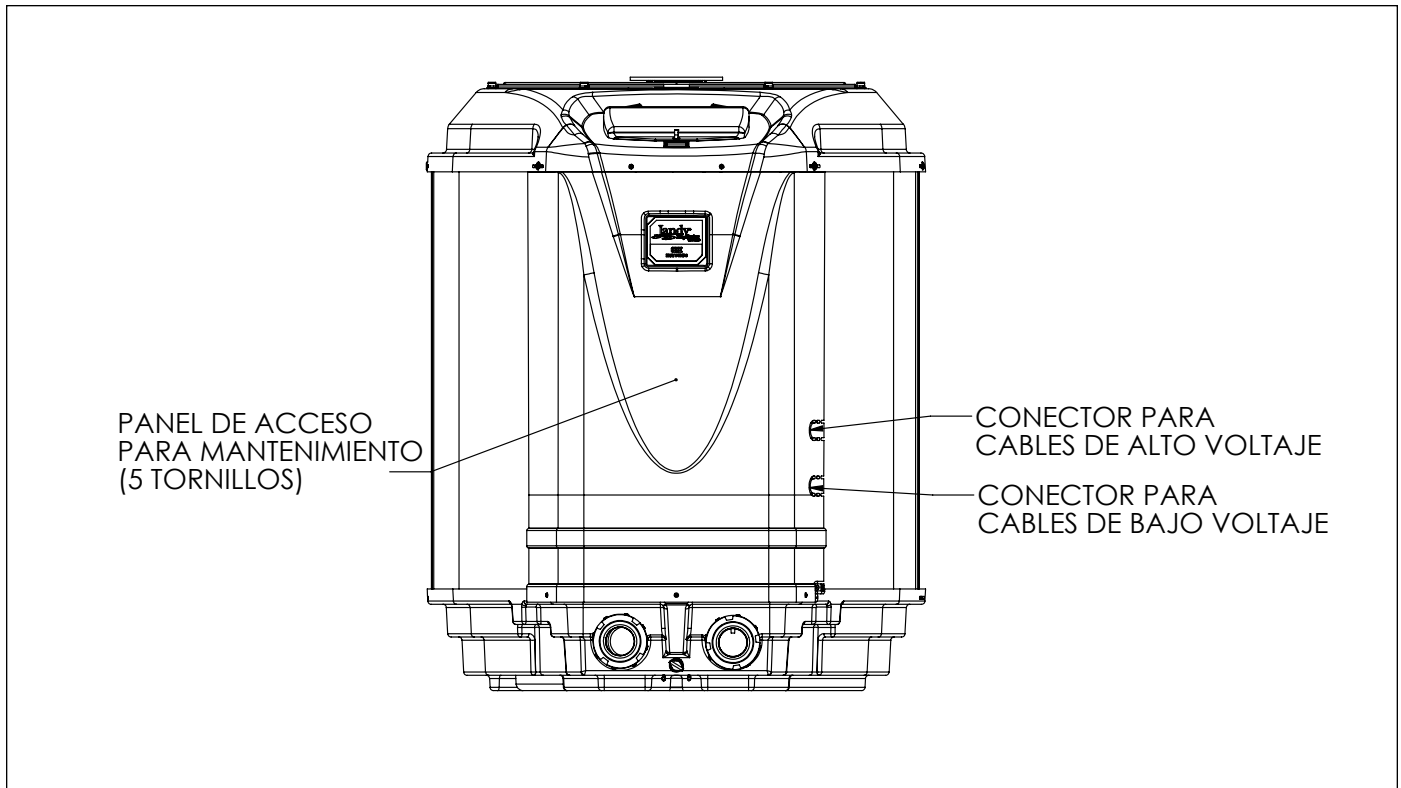

Figura 10. Vista delantera de la bomba de calor Jandy Pro serie JE
2. Retire los cinco (5) tornillos que sujetan el panel de servicio/acceso a la unidad de la bomba de calor (vea la Figura 10).
4. Las líneas de suministro eléctrico deben tenderse a través de conductos impermeables. Coloque los cables y el conducto por el disco removible designado para alto voltaje en el lado derecho de la bomba de calor. Conecte a la parte inferior de la caja terminal de metal laminado. Vea la Figura 10 para conocer la ubicación del disco removible.
2. Retire los tornillos que sujetan el panel de servicio/acceso a la unidad de la bomba de calor y la cubierta de la caja terminal (vea la Figura 10).
3. Tienda los cables desde el sistema de control de la piscina/spa en la conexión del conducto etiquetada “Conexión de Bajo Voltaje”, que se ubica en el lado inferior derecho de la bomba de calor (vea la Figura 10).
Retire los tornillos que sujetan el panel de servicio/ acceso a la unidad de la bomba de calor y la cubierta de la caja terminal (vea la Figura 10).
2. Retire los cinco (5) tornillos que sujetan el panel frontal a la bomba de calor y retire la cubierta de la caja terminal. Véase la Figura 10.
3. Extienda cuatro (4) cables de cobre sólido de 22 AWG en el conducto etiquetado “Conexión de Bajo Voltaje” que se ubica en el lado inferior derecho de la bomba de calor. Véase la Figura 10. Los cables pueden tener hasta 300 pies (91,4 m) de longitud.